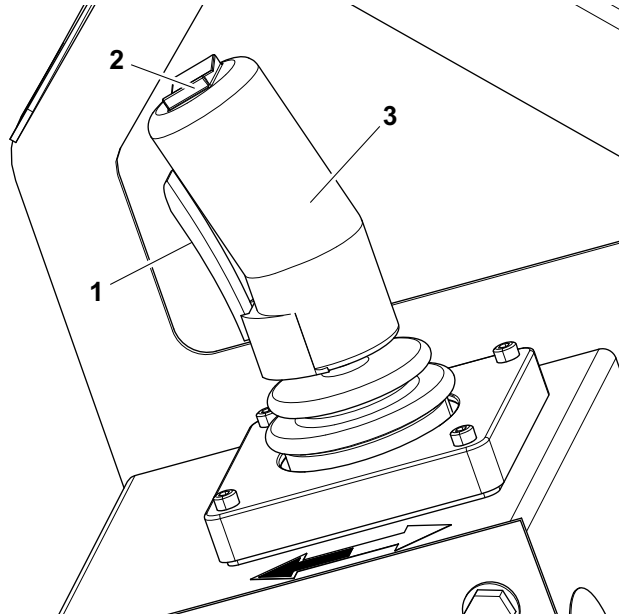

Figura 3-7. Componentes de Controle da Plataforma
(Item 2 - Figura 3-7.)
(Itens 1 e 3 - Figura 3-7.)
4. Mantenha pressionado o interruptor de gatilho e movimente o joystick para trás (subida da plataforma - sentido da seta branca) ou movimente o joystick para frente (descida da plataforma - sentido da seta preta) e segure até alcançar a elevação desejada. A função para de ser operada ao soltar o interruptor de gatilho ou mover o joystick de volta para a posição central. (*Itens 1 e 3 - Figura 3-7.*)